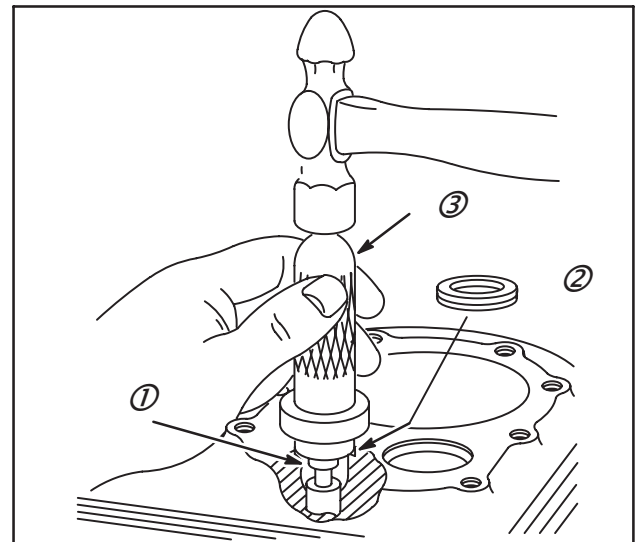

Fig. 15
2. Insérer le pilote (1) dans le guide de soupape.
3. Mettre l'insert siège de soupape (2) en place avec le pose-guide (3), comme illustré en Fig. 15.
NOTE: Pour les Modèles à cylindre en alliage d'aluminium uniquement, utiliser l'ancien siège de soupape comme entretoise entre le pose-siège et le nouveau siège, Fig. 15.